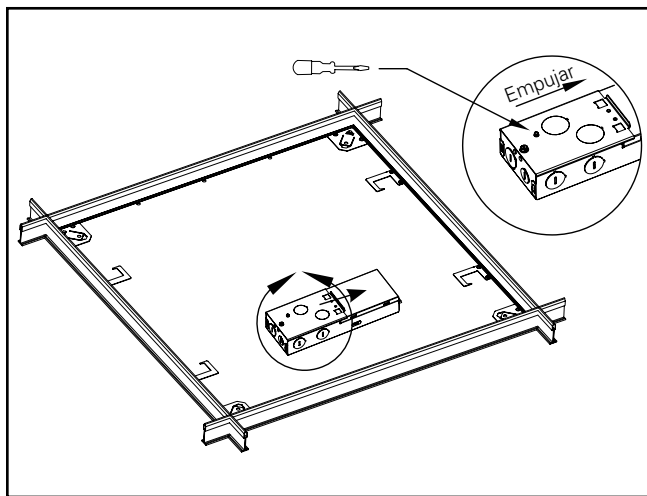

Figura 5.
8. Meta todos los cables y tuercas para cables en la caja de conexiones de la luminaria, reemplace la placa de acceso eléctrico y encájela firmemente en su lugar. (Figura 5.)